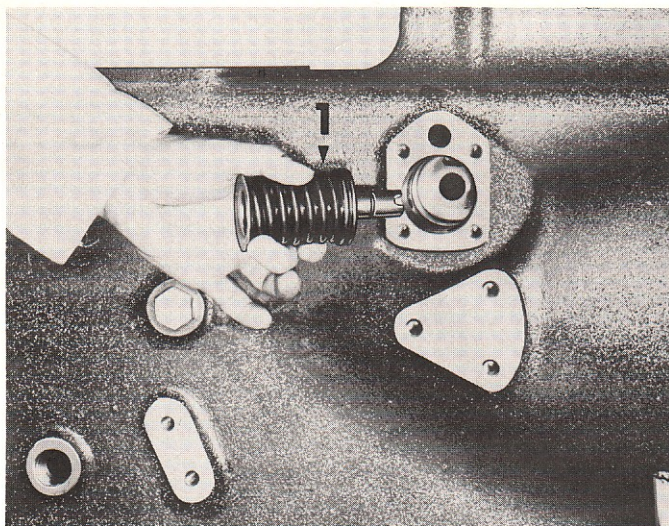

FIGURE 55 : Dépose du servo 1 — 1 = Servo 1.
20. Extraire les quatre boulons du couvercle de servo 1 et déposer le couvercle. Extraire le servo (comme indique Figure 55).
8. Installer le servo 1 dans l'alésage, la mortaise horizontale comme représenté Figure 55. Poser le couvercle du servo 1.